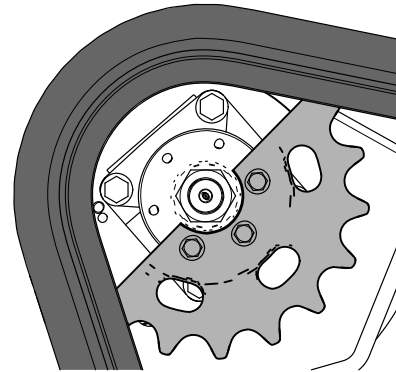

**Bild 62**
19. Tragen Sie Gewindesicherungslack auf die Schrauben der entfernten Antriebsritzelhälfte auf und setzen Sie die andere Kettenradhälfte ein (Bild 62). Ziehen Sie die Schrauben auf ein Drehmoment von 95-115 N·m an.